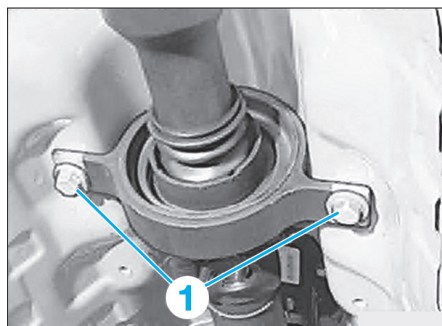

Fig. 3
- Retenir l'arbre de transmission au niveau du palier central et déposer les vis (1) (Fig.3).